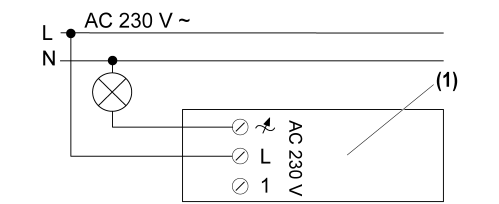
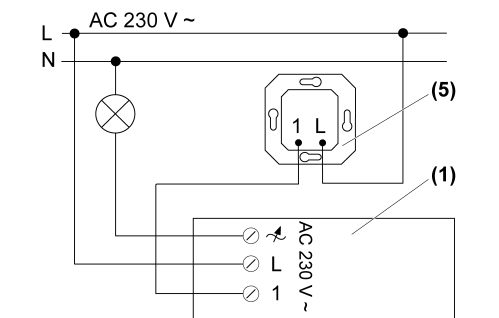
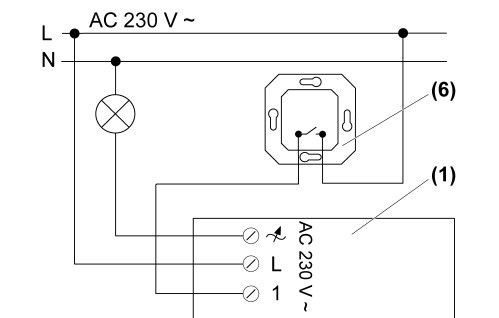

Bild 3: Anschlussplan Dimmer
Bild 4: Anschlussplan Dimmer mit Nebenstelle 2-Draht
Bild 5: Anschlussplan Dimmer mit Installationstaster
(6) Installationstaster
- Dimmer gemäß entsprechendem Anschlussplan (Bild 3), (Bild 4) oder (Bild 5) anschließen.
- Durch kurzes Betätigen der Programmiertaste (3), ca. 1 Sekunde, kann die Last ein- oder ausgeschaltet werden.